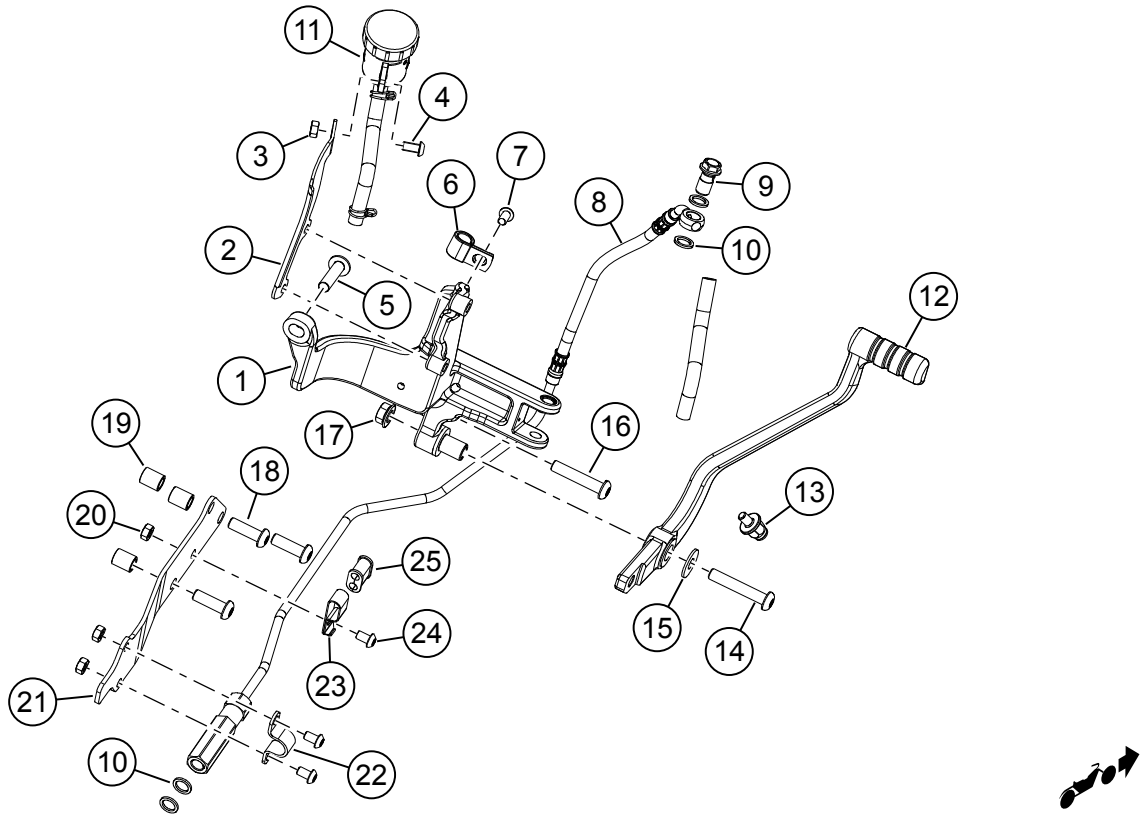

Figure 2. Contenu du kit : Kit de commandes avancées droites
1. Voir la Figure 2. Installez la cheville d'usure (13). Serrer.